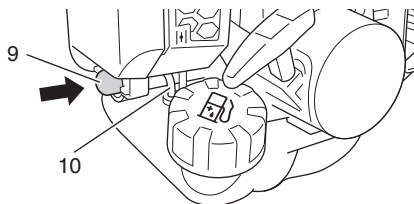

Fig. 9
- (2) Pressez la poire de la pompe d'amorçage (9) à plusieurs reprises pour que le carburant puisse s'écouler par le tuyau de retour (10). (Fig. 9)